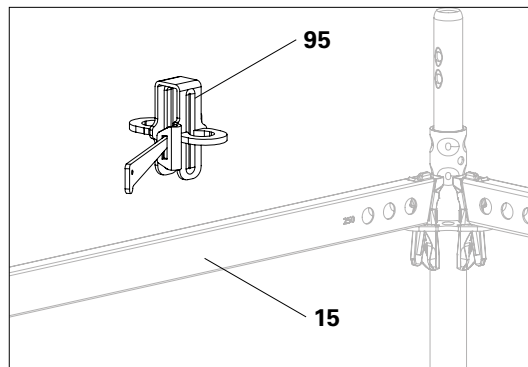

Abb. A11.09a
1. Keil aus dem Klemmteil herausziehen und Klemmteil über den Horizontalriegel (**15**) stecken. (Abb. A11.09a)